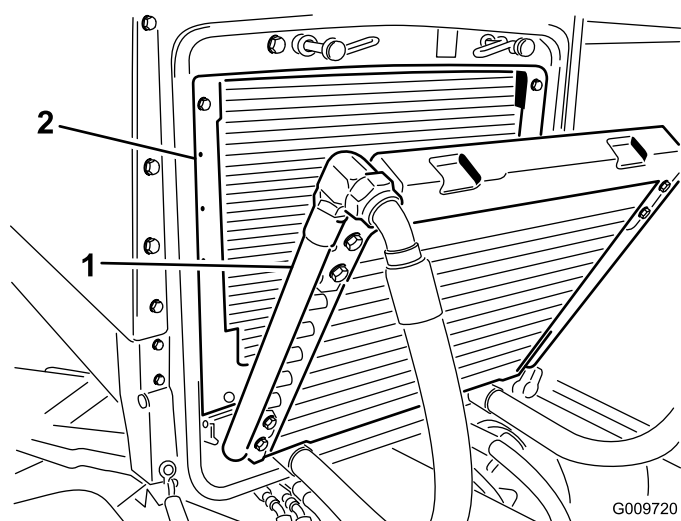

Figura 47
3. Gire el enfriador hacia atrás. Limpie a fondo ambos lados del enfriador de aceite y la zona del radiador (Figura 47) con aire comprimido. Empezando en la parte delantera, sople los residuos hacia la parte trasera. Luego, limpie desde atrás, soplando los residuos hacia adelante. Repita este procedimiento varias veces hasta eliminar todos los residuos.